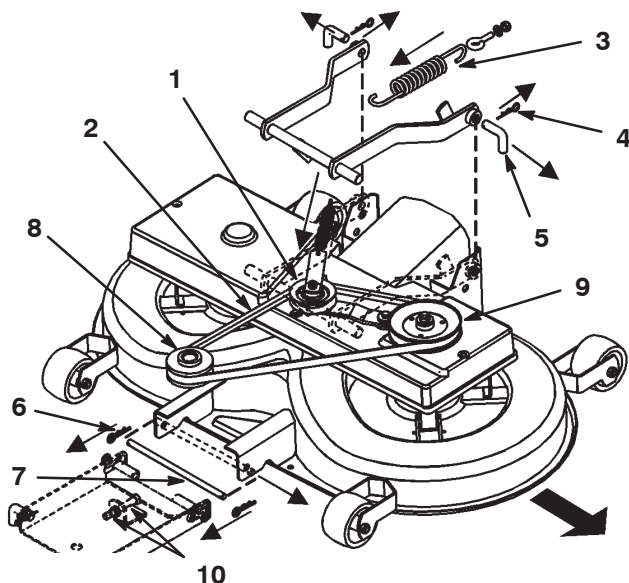

Figure 39
8. Tirez l'ensemble bras de tension vers l'intérieur et ôtez la courroie trapézoïdale de la poulie (Fig. 39).
9. Décrochez le ressort du levier d'engagement (Fig. 39).
11. Retirez les goupilles fendues des 2 goupilles arrière et déposez ces dernières (Fig. 39).
12. Retirez la goupille fendue de la goupille avant et déposez cette dernière (Fig. 39).
13. Enlevez la courroie trapézoïdale de la poulie du moteur (Fig. 39).
2. Enlevez l'ensemble poulie à courroie trapézoïdale et l'ensemble bras de tension (Fig. 39).
7. Placez la goupille inférieure de la suspension de réglage avant dans la position inférieure des fentes, en réglant les 2 écrous (M12) sur la suspension avant (Fig. 39).